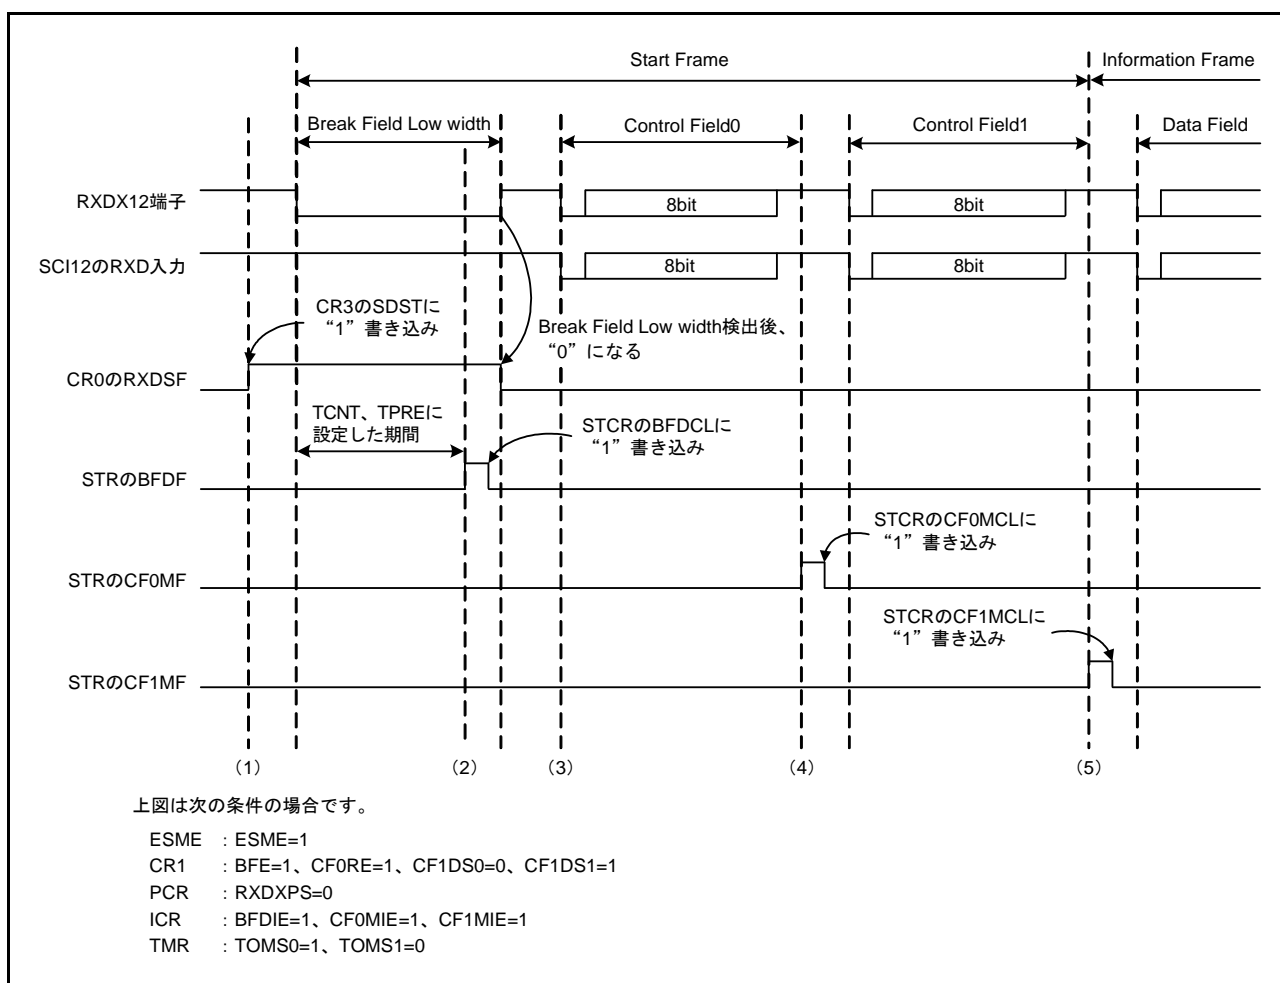
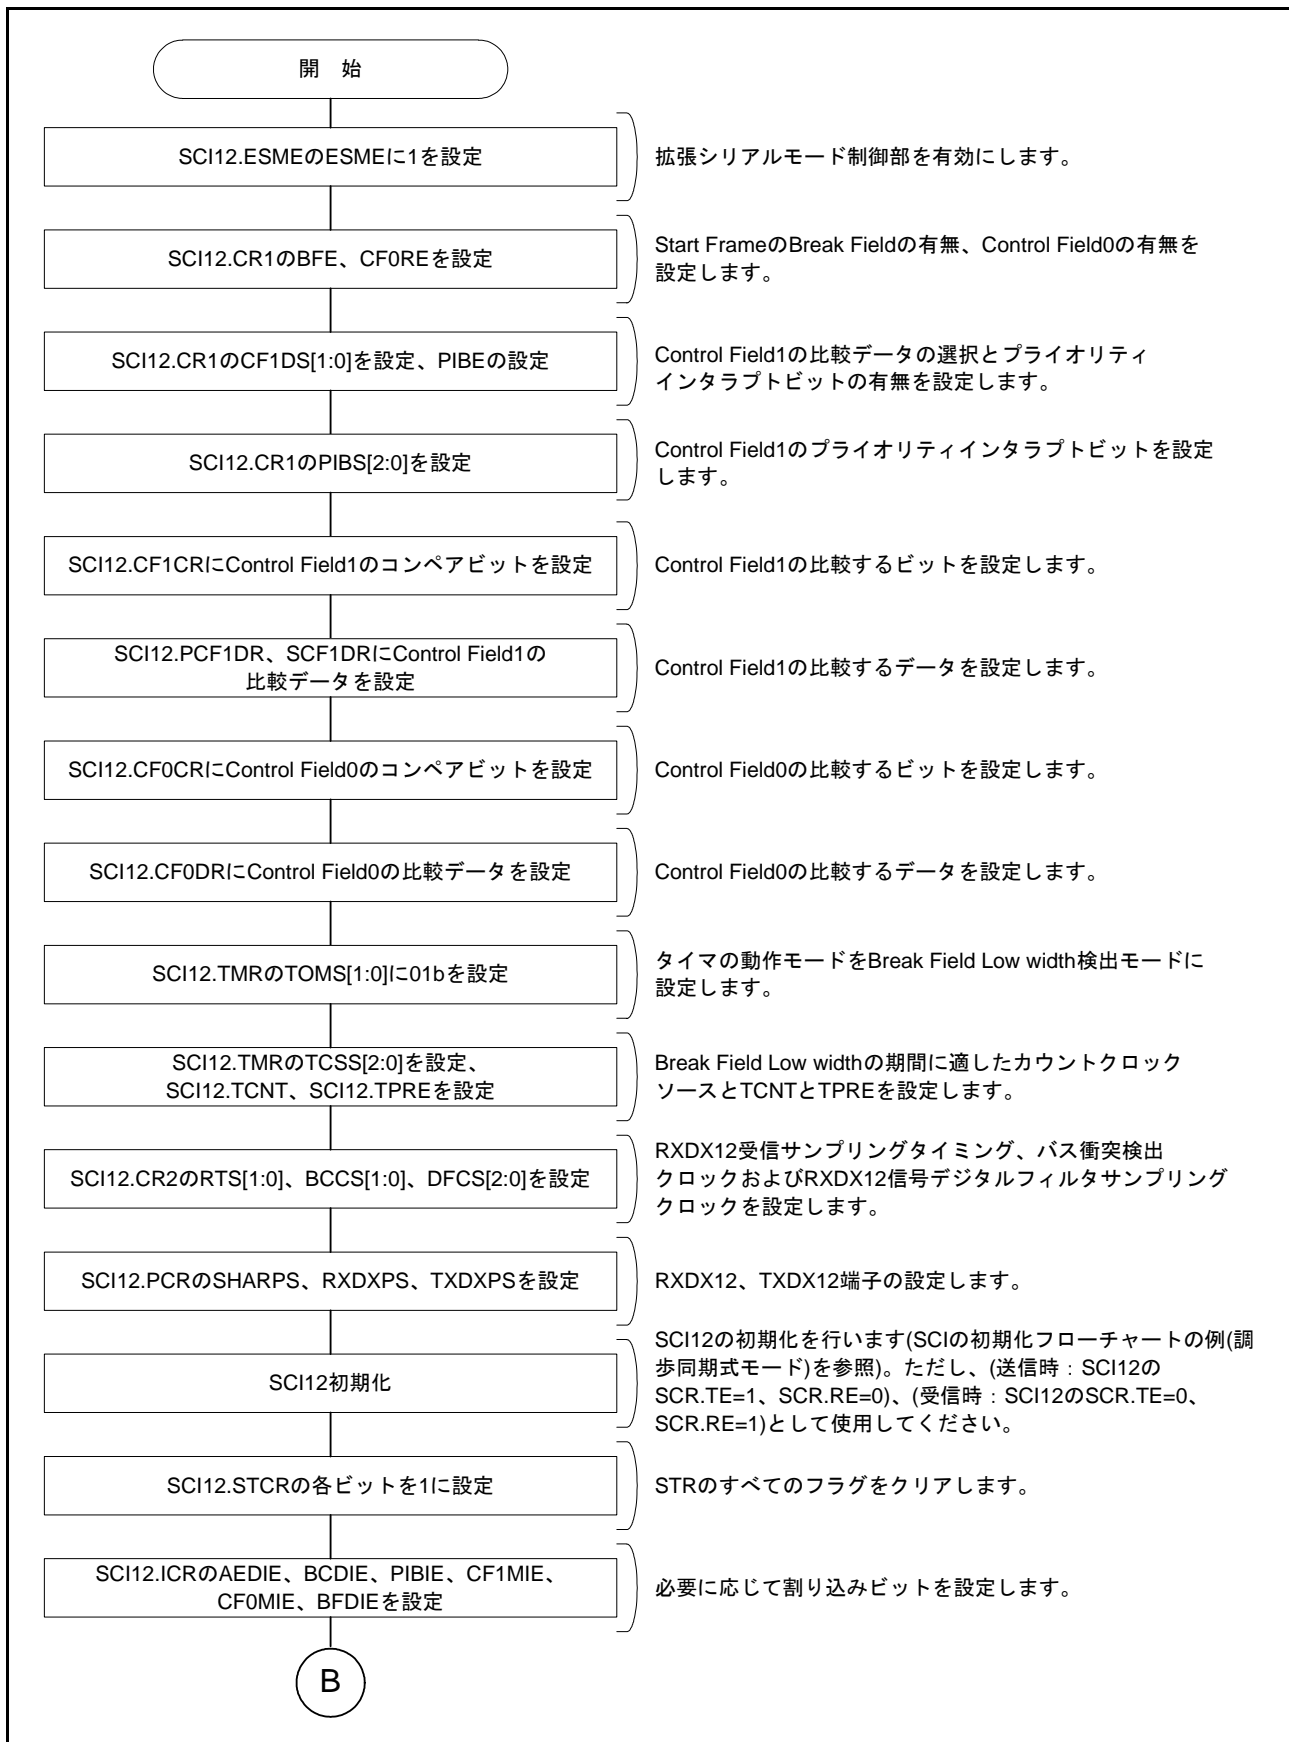
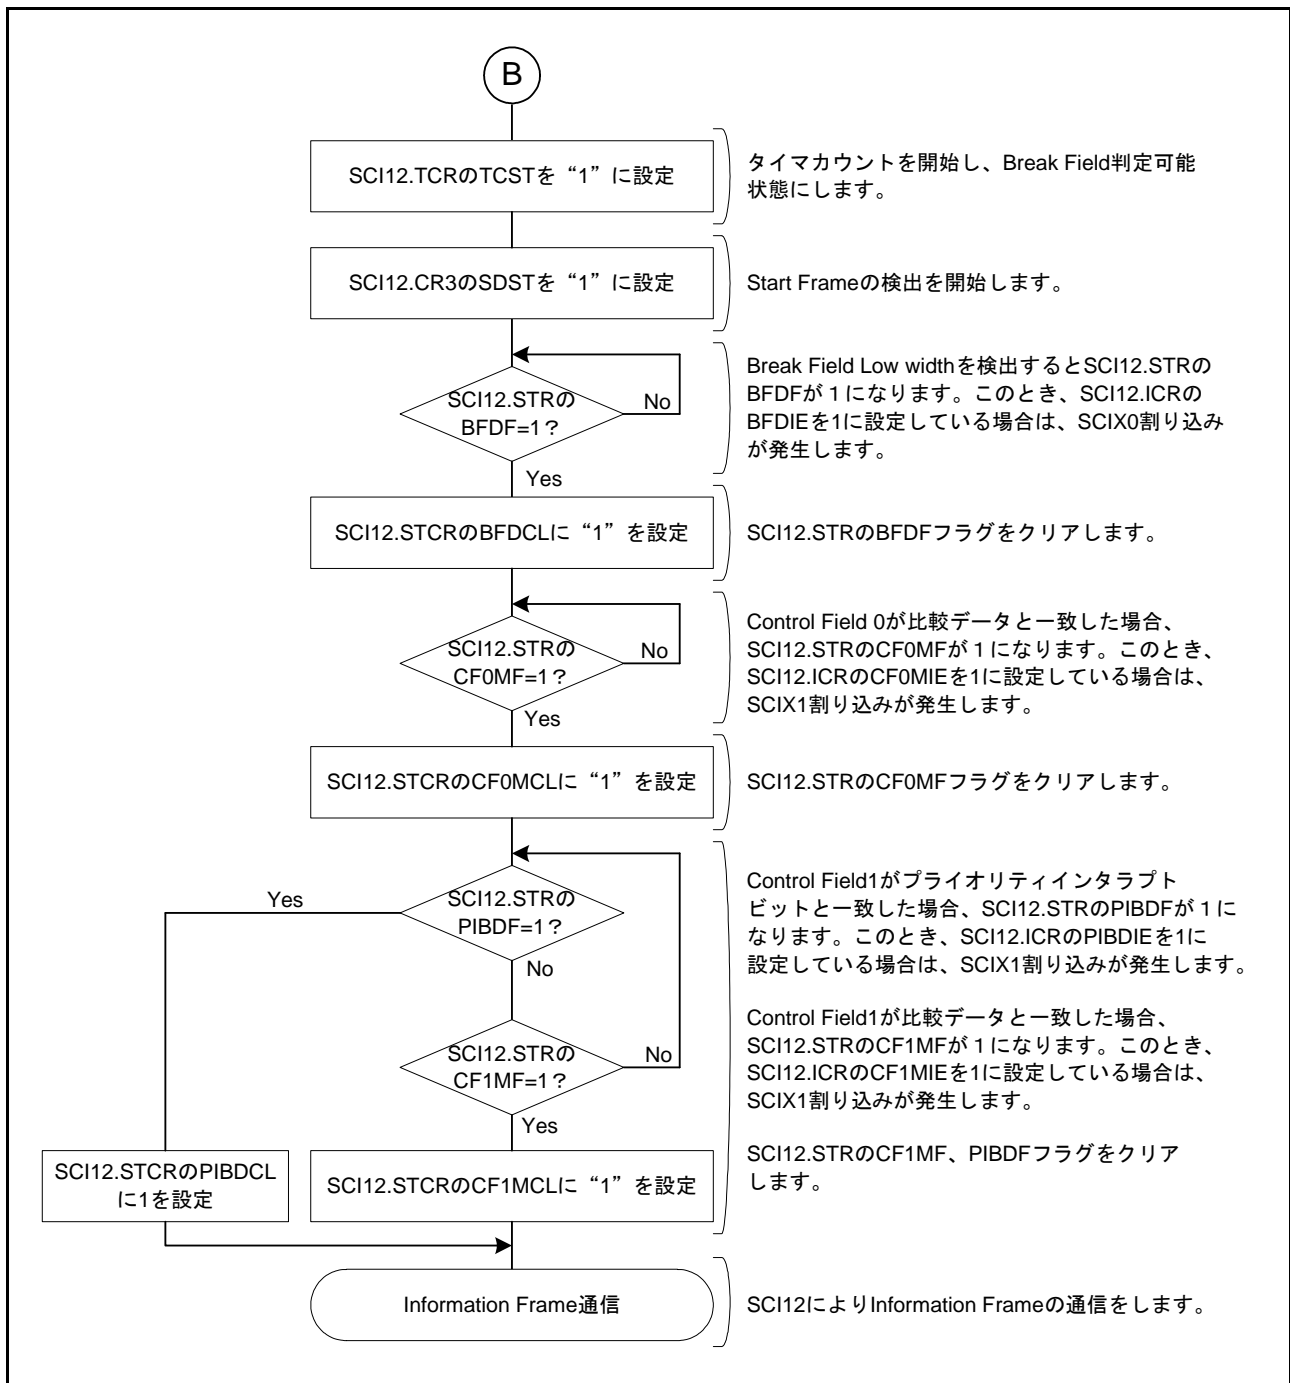
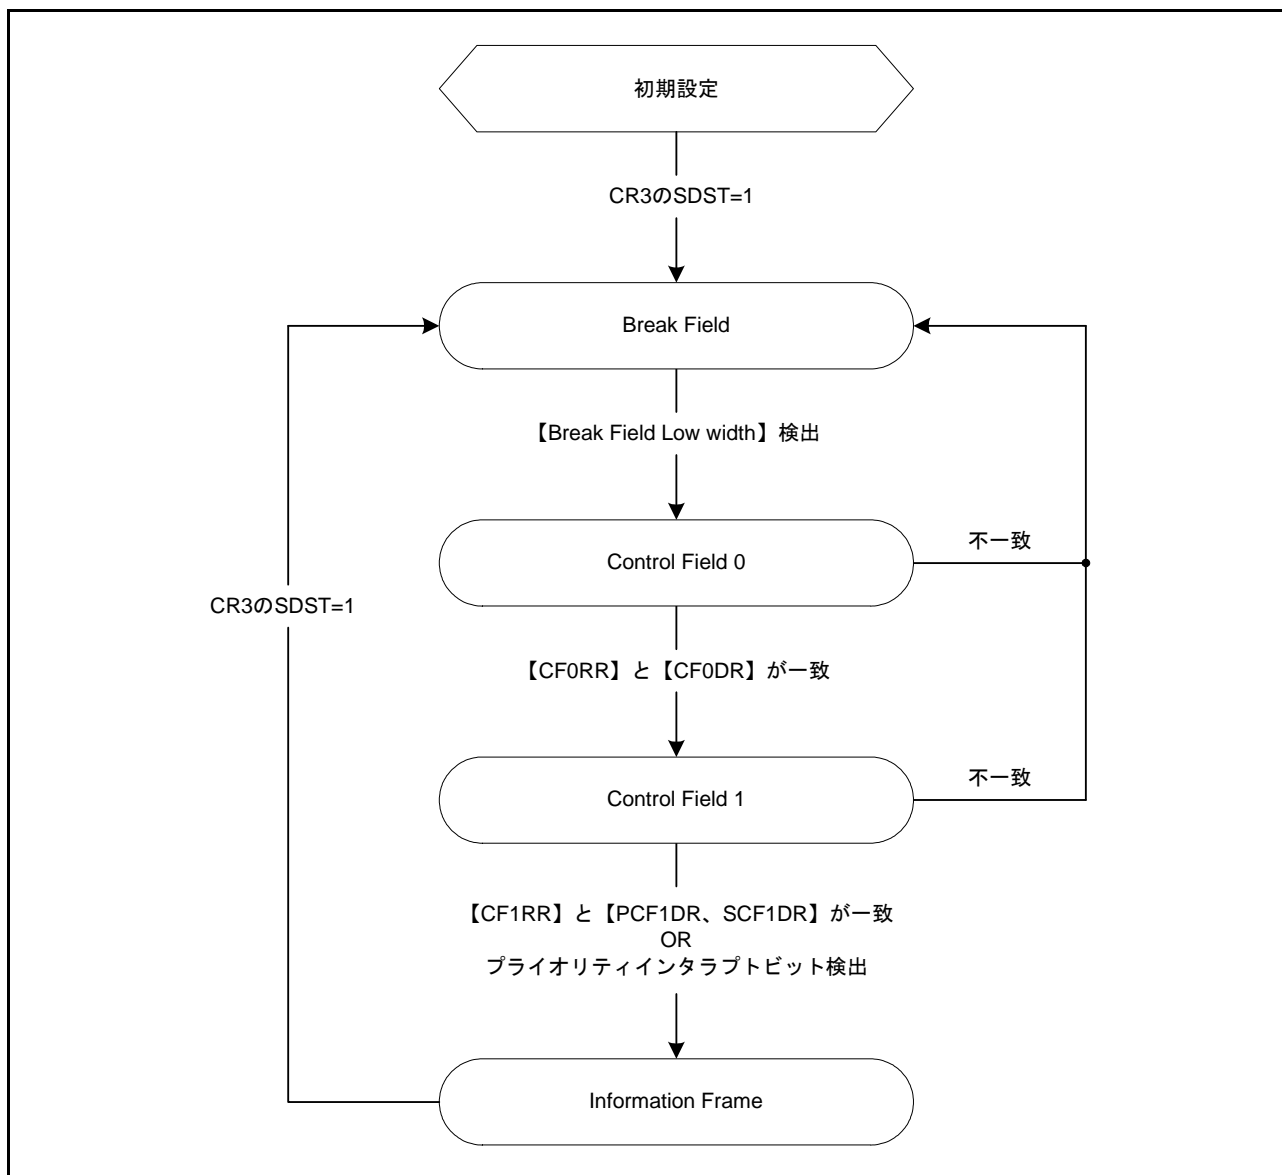

図 29.56 Start Frame 受信時の動作例
図 29.57 Start Frame 受信フローチャート例 (1)
図 29.58 Start Frame 受信フローチャート例 (2)
図 29.59 Start Frame 受信時の状態遷移図
図 29.56 に Break Field Low width、Control Field0 および Control Field1 で構成される Start Frame の受信時の動作例を示します。また、図 29.57、図 29.58 に Start Frame の受信を行うためのフローチャート、図 29.59 に拡張シリアルモード制御部の状態遷移図を示します。
(1) ~ (4) は図 29.56 の Start Frame 受信時の動作例 (1) ~ (4) と同様になります。
(5) CR1 の PIBS[2:0] で指定したビットのデータが PCF1DR に設定したデータと一致した場合、STR の PIBDF が 1 にされます。また、ICR の PIBDIE を 1 に設定している場合は、SCIX1 割り込みが発生します。そして、SCI12 により、Information Frame の通信を行います。Control Field 1 で受信したデータが PCF1DR または SCF1DR に設定したデータのどちらとも一致せず、プライオリティインタラプトビットも検出しない場合は、Break Field Low width 検出前の状態に遷移します。